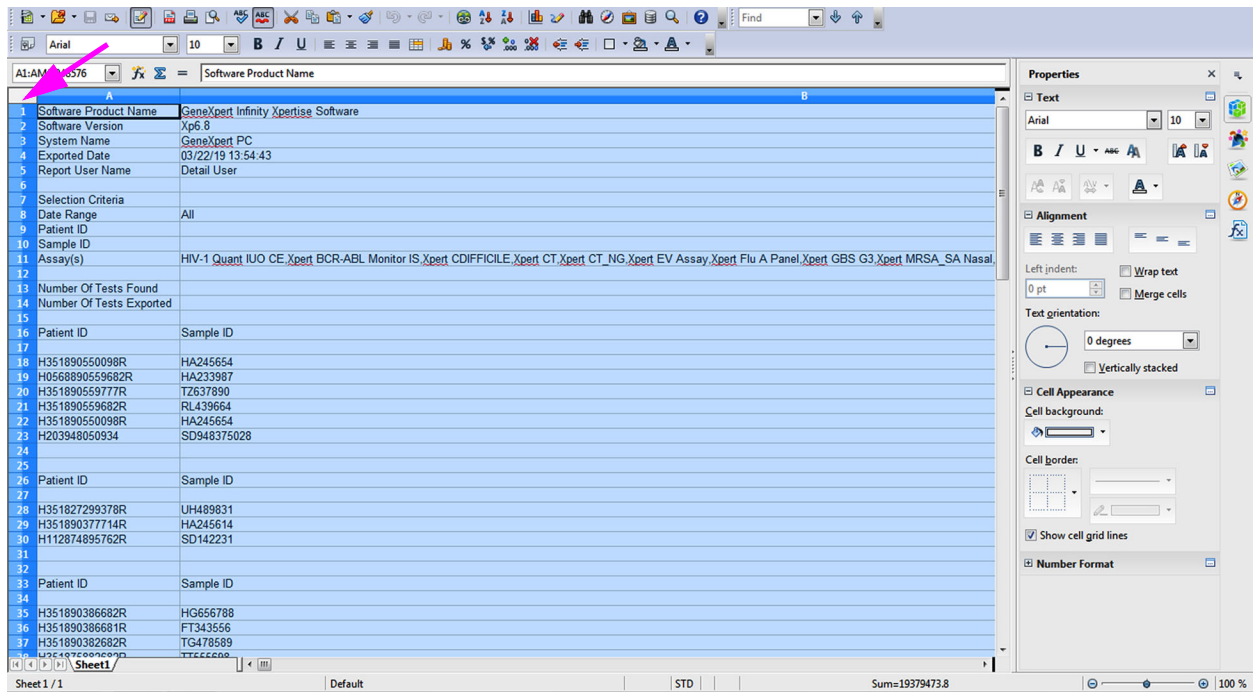

图 C-13. 所有所选的单元格
5. 确认已选择正确的选项后，单击**确定 (OK)**。将打开 .csv 文件。请参见图 C-13。
6. 在 .csv 文件中，单击文件显示的左上角，以选择所有活动单元格，如图 C-13 中所示。活动单元格会变成蓝色。
7. 右击 **A** 列的蓝色区域。该列的右上角将出现一个下拉菜单（参见图 C-13）。